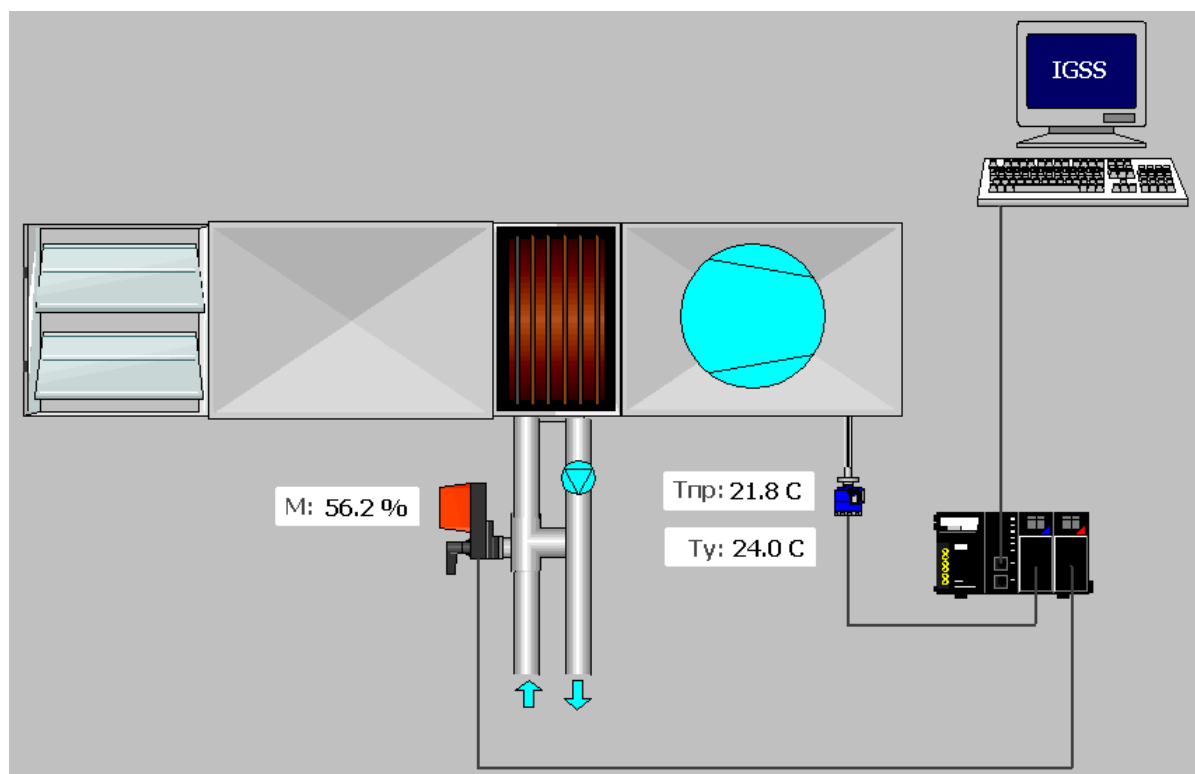

Рис. 6. — Мнемосхема приточно-вытяжной установки
- 10 Размещаем на диаграмме созданные объекты. Результат показан на рис. 6.